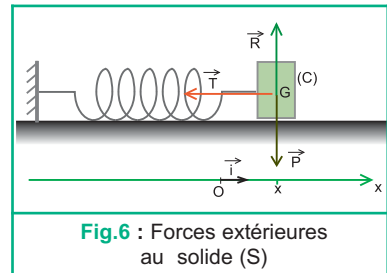

Fig.6 : Forces extérieures au solide (S)
1°) a-Montrer que :  $\vec{T} = -kx \cdot \vec{i}$ , où  $k$  est la raideur du ressort et  $x$  est l'élongation du centre d'inertie  $G$  de (S) à un instant  $t$  (fig. 6).